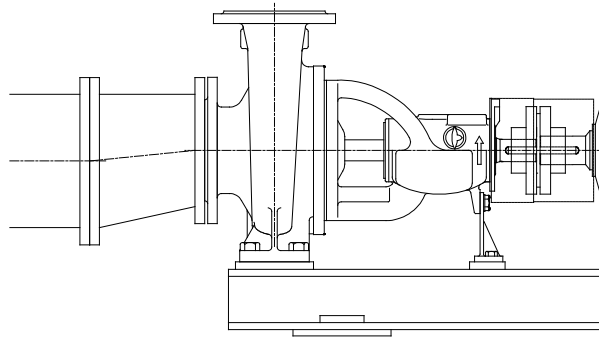

図 2.8-1 偏芯テーパ管による吸込配管例
- (1) 吸込側および吐出側の配管を行う場合は、ポンプに配管からの力がかからないようにしてください。ポンプに配管からの力が加わると、ポンプの異常振動や破損の原因となります。
- (2) 配管を設計する場合、吸込配管の諸損失を最小にするように注意し、急激な断面変化や急激な曲りを避け、流速は3m/s以下になるよう管径を決定してください。
- (3) 吸込配管は空気溜りができないように、吸上配管の場合はポンプに向かって上り勾配としてください。
- (4) 吸込配管とポンプ吸込口の口径が異なる時は図2.8-1のように偏心テーパ管を接続し、空気溜りができないようにしてください。